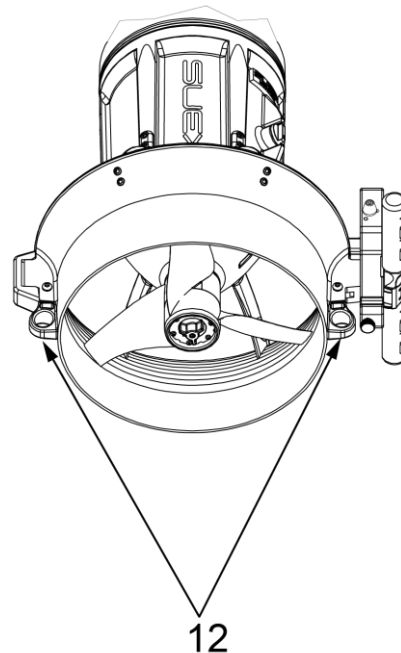

Fig 2 – Punti di attacco
di flusso (5). Sempre posteriormente sono presenti l'interruttore generale (6) che seziona l'alimentazione elettrica, la manopola di regolazione della velocità (7) e i due punti di attacco fune (12 -Fig 2 – a pag. 6).